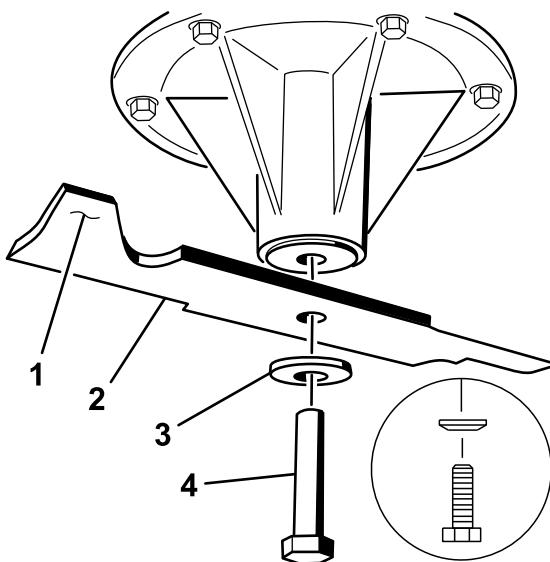

Figure 101
1. Placez la lame sur l'axe (Figure 101).
2. Mettez en place la rondelle élastique et le boulon de la lame (Figure 101).
- Remarque:** Le cône de la rondelle élastique doit être dirigé vers la tête du boulon (Figure 101).